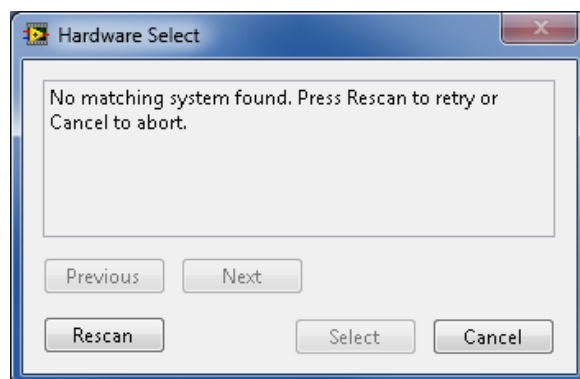

図 4. 接続エラー
2. ソフトウェアを起動したとき SDP ボードが USB ポートに接続されていない場合、接続エラーが表示されます(図 4. 参照)。評価用ボードを PC の USB ポートに接続して、数sec 待った後、**Rescan** をクリックし、指示に従ってください。